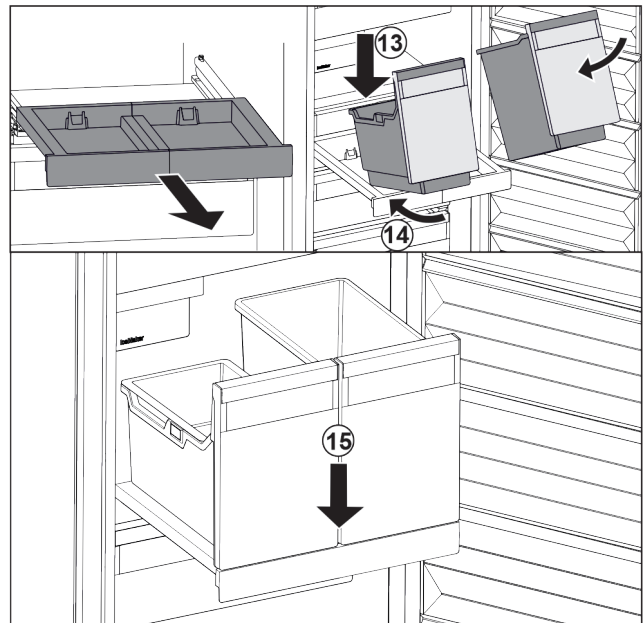

Fig. 175
- ▶ Наклоняя вниз, установите контейнеры на выдвижную панель. Fig. 175 (13)
- ▶ Вставьте контейнеры, наклоняя вниз, назад. Fig. 175 (14)
- ▶ Снимите контейнеры спереди. Fig. 175 (15)